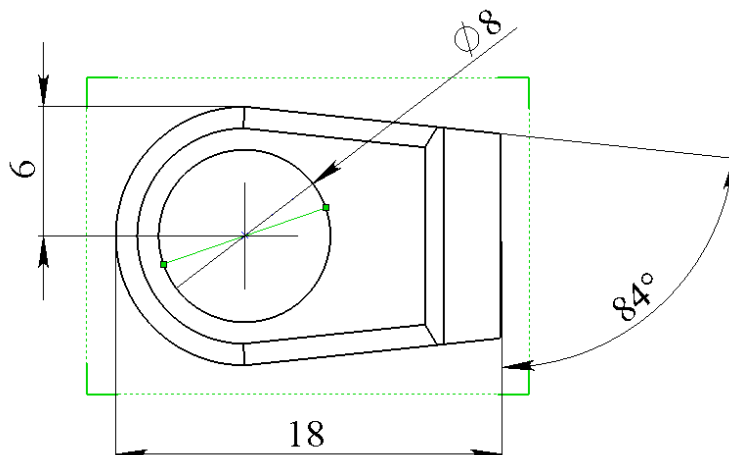

Рис. 2
- выровняйте линию таким образом, чтобы она совпала с выносной линией отверстия « $\varnothing 8$ » (рис. 2);